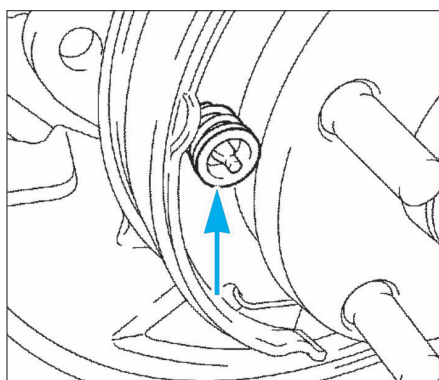

FIG. 13
- les ressorts de maintien (fig. 13).